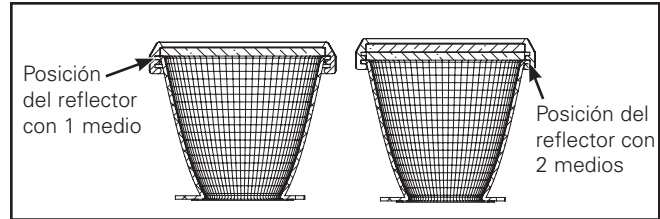
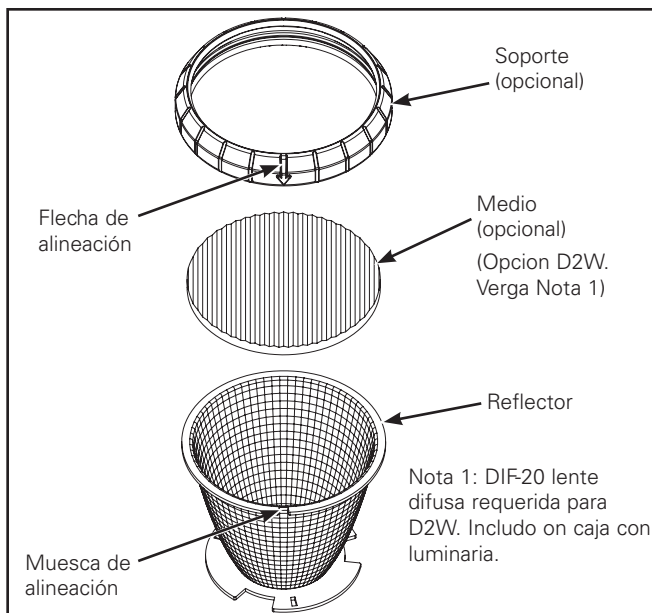

Figura 6. y 7.
Figura 5.
1. Retire la óptica del embalaje protector y quite el anillo de soporte de sujeción de goma (opcional) para instalar cualquier medio opcional (Figura 5). Para volver a unir el soporte al reflector, comience con la flecha de alineación en la muesca de alineación y trabaje alrededor de la brida. Para 1 pieza de medio (opcional), coloque el reflector en la posición superior (Figuras 6 y 7) y para 2 piezas de medios (opcional), coloque el reflector en la posición inferior (Figura 6 y 7).